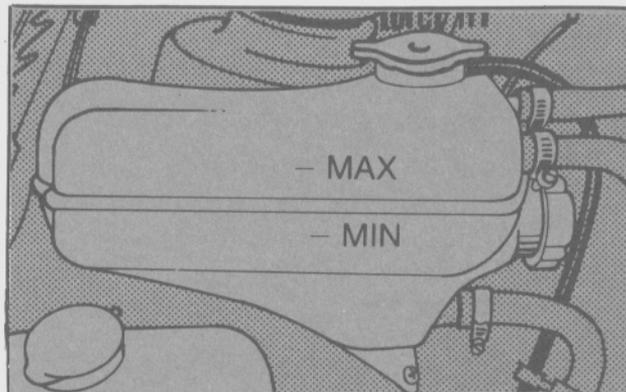

Fig. 6 - Depósito recuperador.
- Con el motor a temperatura ambiente, llenar el depósito recuperador-aireador hasta la marca "MAX" con la mezcla refrigerante indicada en especificaciones (Fig. 6).